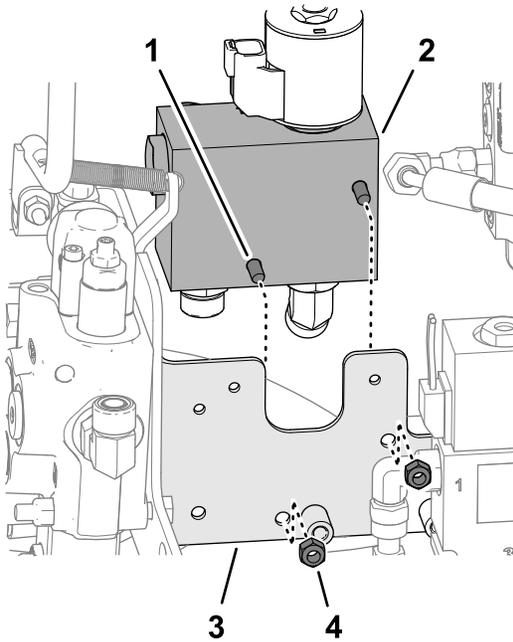

Figura 16
- Montate la valvola a basso flusso sulla staffa (Figura 16) con i 2 bulloni (1/4" x 2 1/2") e 2 dadi di bloccaggio (1/4").